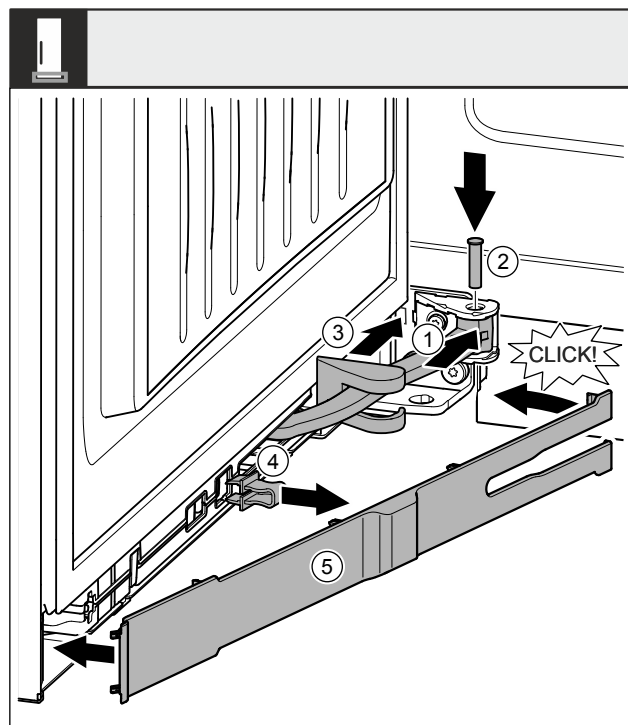

Fig. 50
- Ruotare il giunto Fig. 50 (1) nella sospensione.
- Con un cacciavite Fig. 50 (2) inserire i perni nella sospensione e nel giunto. Assicurarsi che la camma di arresto sia posizionata correttamente nella scanalatura.
- Spostare la copertura del blocco di supporto Fig. 50 (3) lungo il giunto e montarla sulla sospensione.
- ▶ Rimuovere il fusibile *Fig. 50 (4)*.
- ▶ Applicare la maschera *Fig. 50 (5)* dal lato della maniglia e ruotarla verso l'interno.